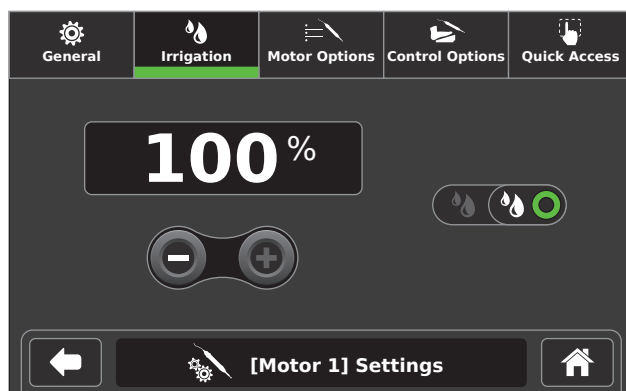

Figure 22 – Écran Irrigation
3. Ajuster les paramètres selon les besoins (Figure 22).